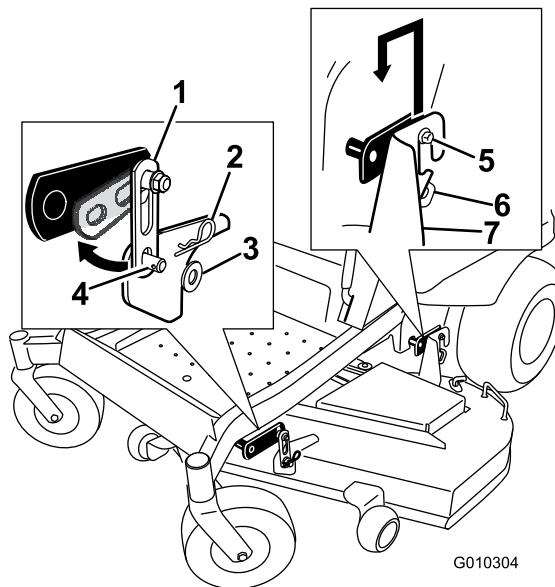

Figure 75
- Enlevez les fixations des patte avant de chaque côté du plateau de coupe (Figure 75).
- Soulevez le plateau de coupe avec précaution pour le dégager des boulons des pattes de fixation arrière et abaissez l'avant du plateau au sol (Figure 75).
- Soulevez l'arrière du plateau de coupe et guidez les supports sur les boulons des pattes de fixation arrière (Figure 75).
6. Montez le support avant du plateau de coupe sur les pattes de fixation avant et fixez-les avec une rondelle et une goupille fendue (Figure 75).